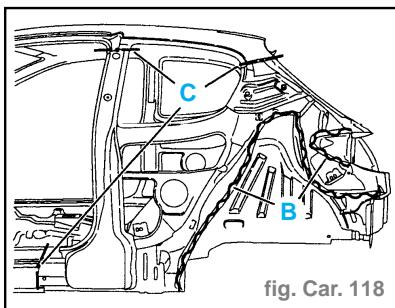

fig. Car. 118
- Retoucher les coupes (suivant C) (coupe définitive) (fig. Car. 118).